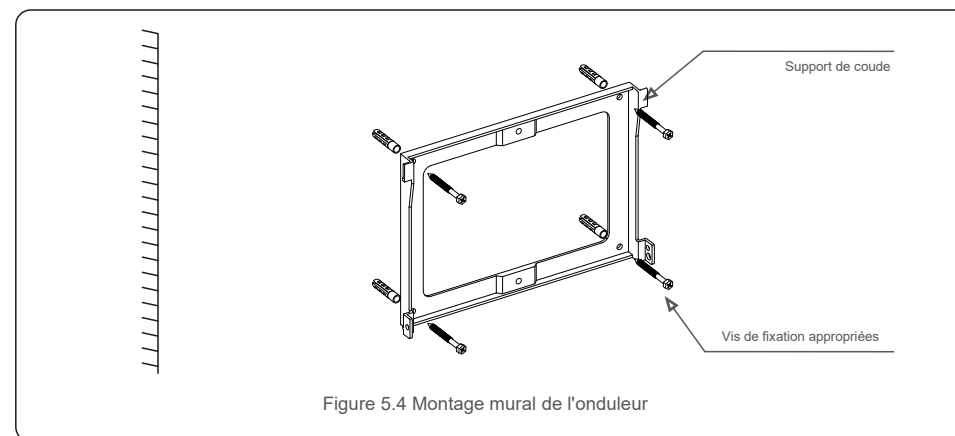

Figure 5.4 Montage mural de l'onduleur
Reportez-vous aux figures 5.4 et 5.5. L'onduleur doit être monté verticalement. Les étapes de montage de l'onduleur sont les suivantes :
1. Reportez-vous à la figure 5.4. Effectuez des trous pour les chevilles en fonction du diamètre du trou du support (Fisher HJ0108 10*50mm tubulaire extensible pour vis taraudeuses à tête hexagonale creuse ST6.3*60), en utilisant un perforateur à percussion avec un foret de 10 mm. Les trous doivent être bien perpendiculaires au mur.